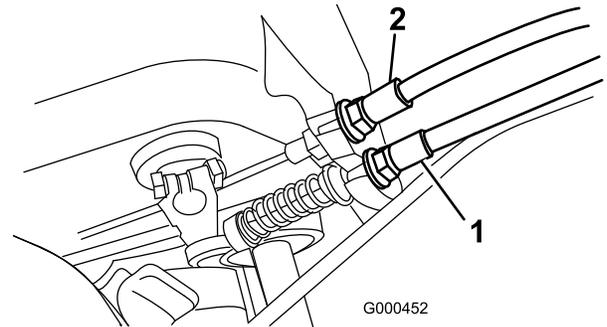

図 36
2. ブレーキ・ケーブルの前ジャム・ナットをゆるめ、後ジャム・ナット（図 36）を締めてケーブルの張りを出し、5.0～6.0 kgの力でブレーキが作動するようにする。力の計測はレバー・ノブの部分で行う。ブレーキ・バンドが締めりっぱなしにならないよう注意すること。